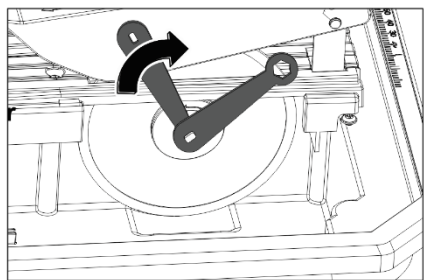

Рисунок 2.6
- За допомогою двох гайкових ключів з комплекту затягніть гайку кріплення диска, фіксуючи шпindel (рисунок 2.6).